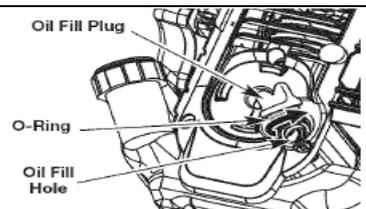

Рис. 8
3. Извлеките крышку маслониливного отверстия, находящегося на картере двигателя (Рис. 8).